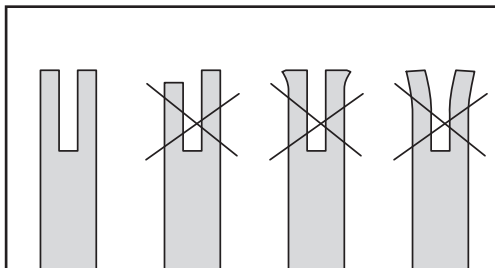

Fig. 39
5. Compruebe frecuentemente si el raíl de la espada presenta un desgaste anómalo. Los dos lados del raíl deben estar a la misma altura cuando los mire a lo largo del borde. El desgaste anómalo, como puede ver en la Fig. 39, es indicativo de que la espada debe sustituirse.